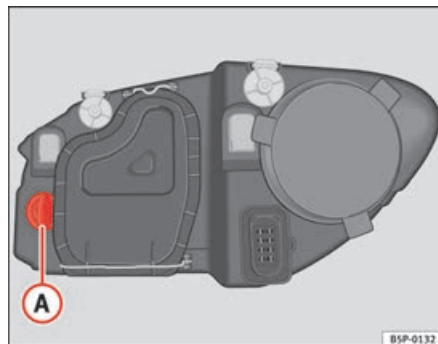

Fig. 187 Lâmpada das luzes intermitentes
- Rodar o porta-lâmpadas ⇒ fig. 187 A para a esquerda e puxar.